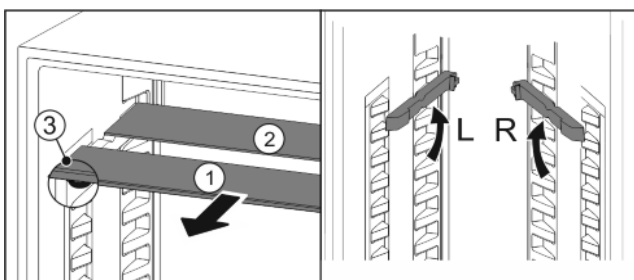

Fig. 25
- Vytiahnite sklené dosky jednotlivo dopredu Fig. 25 (1).
- ▷ Sklená doska Fig. 25 (1) s ozdobnou lištou leží vpred.
- ▷ Zarážky Fig. 25 (3) ukazujú nadol.